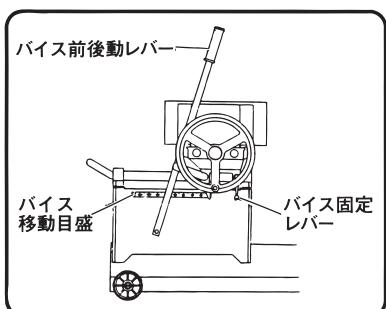

図 13
- (1) のこ刃の開き、木材の位置決めは、平ほぞ加工（19ページ「1.平ほぞ加工」の項参照）と同様です。
- (2) タテビキのこ刃の切り込み量が132mm以下になるようバイス移動目盛（17ページ図13参照）を見ながらバイスを後退させてください。
- (3) 長さに応じてバイスを前進させ、2回または3回に分けて加工してください。